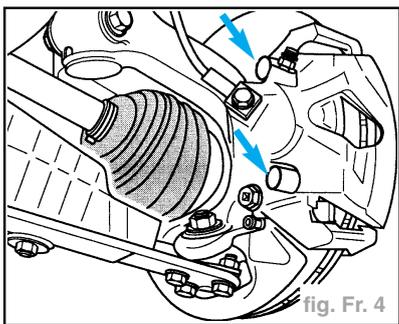

fig. Fr. 4
- Enlever les capuchons de protection (flèche) (fig. Fr. 4).
- Dévisser les deux axes de guidage (flèche) de l'étrier de frein et les extraire (fig. Fr. 4).
- Visser le carter de l'étrier de frein sur le support au moyen des deux axes de guidage (flèche) (fig. Fr. 4).